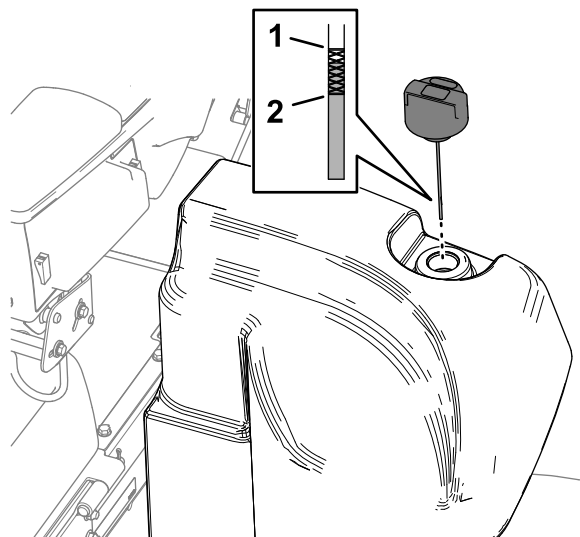

图 104
2. 清洁液压油箱加油颈和油箱盖周围的区域 (图 104)。